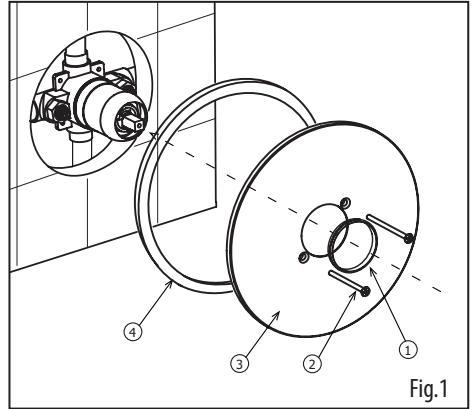

Fig.1
Peel off the protective film from the adhesive seal (4) and stick it onto the back of the trim (3) (Fig.1).
Enlever le film protecteur du joint mousse adhésif (4) et le coller à l'endos de la plaque décorative. (3)(Fig.1).